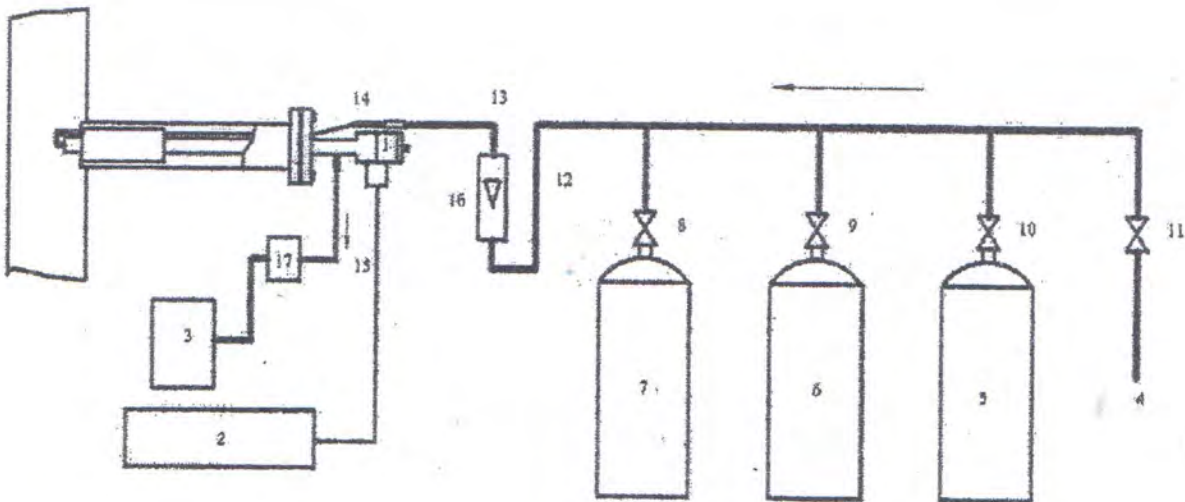

Рисунок 5. Схема соединений для поверки анализатора ТДМ-3М.
8.2. Проведение поверки (рис.5)